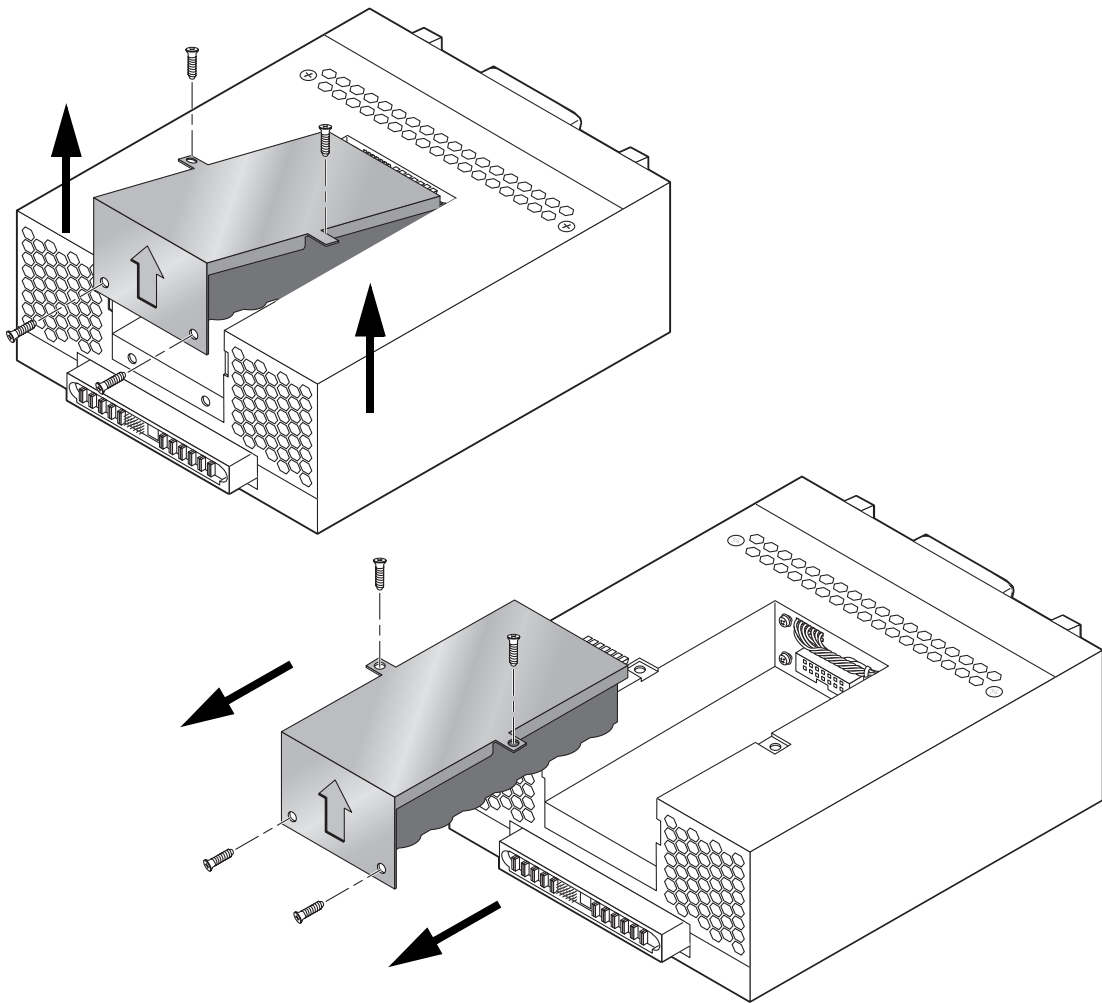

图 6-11 拆卸 UPS 电池
3. 卸下用于将 UPS 电池固定至电源和冷却设备的十字螺丝（图 6-11）。